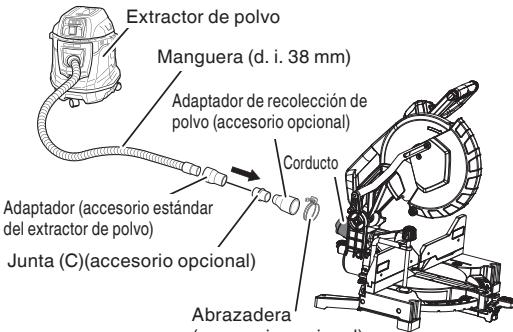

Fig. 36
10. Conectar el extractor de polvo (se vende por separado) (Fig. 36)
- (1) Conecte en orden la manguera (diámetro interior de 38 mm x 3 m de longitud) y el adaptador (Accesorio estándar del extractor de polvo), la junta (C) (accesorio opcional) y el adaptador de recolección de polvo (accesorio opcional) con el conducto de la herramienta eléctrica. La conexión se realiza pulsando en la dirección de la flecha. (Fig. 36)
- Junta (C) (N.º de código 337526)